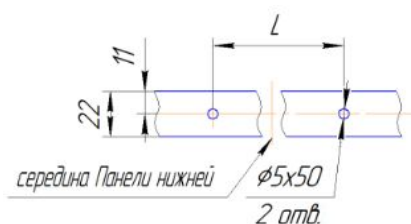
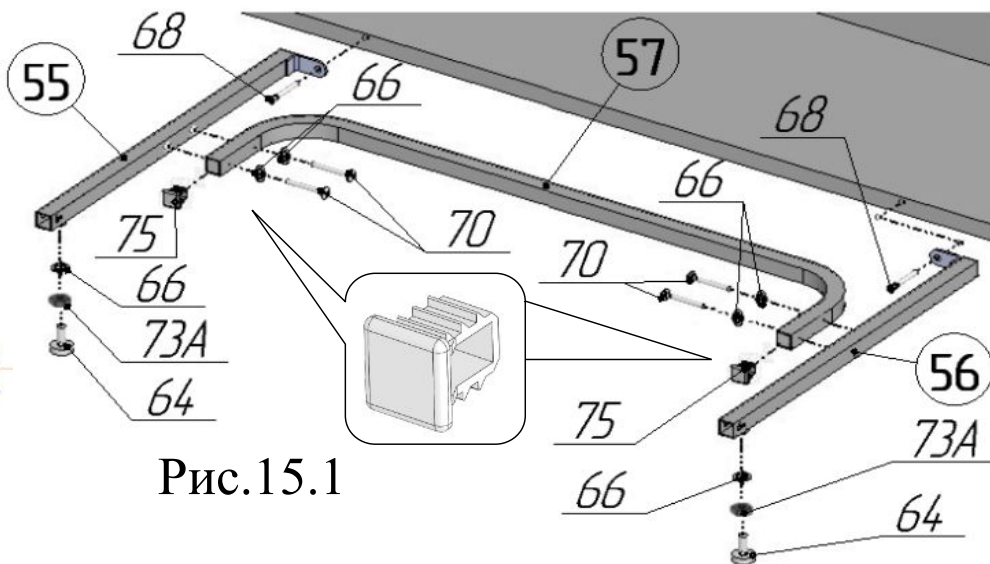
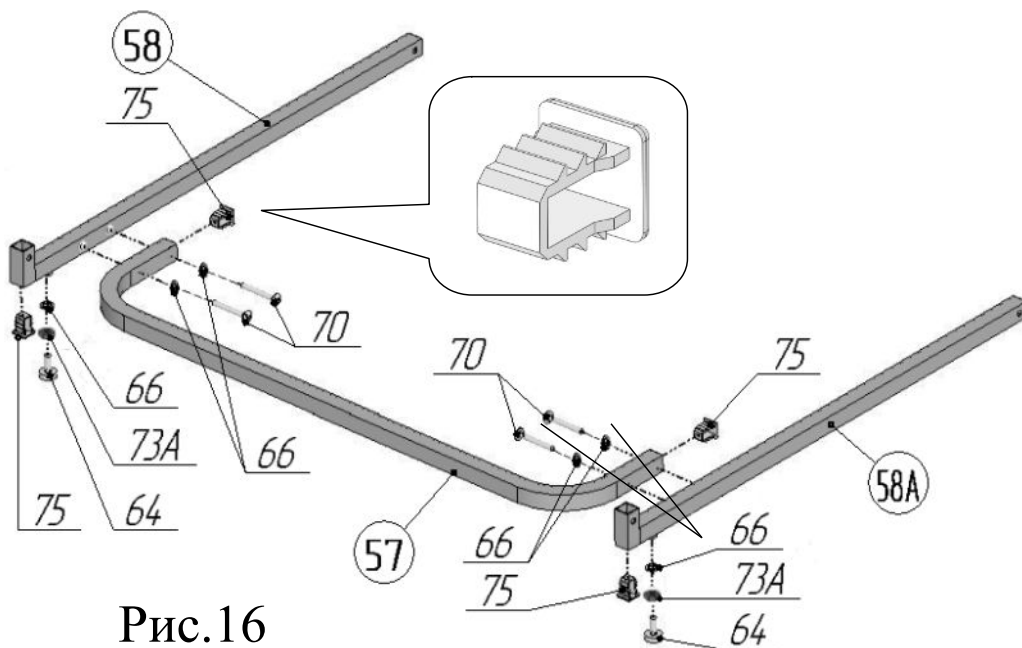

Рис.15.2
Рис.15.1
Рис.16
17. В торцы перемычки поз.57 вставить заглушки 20x20 поз.75 в соответствии с рис.15.1. К перемычке поз.57 присоединить упоры поз.55 и поз.56, используя винты М6х35 поз.70 и шайбы стопорные поз.66 в соответствии с рисунком 15.1. Во встроенные гайки упоров поз.55,56 вернуть ножки поз.64, предварительно навинтив на них гайки М8 ГОСТ поз.73А и надев на стержни ножек шайбы стопорные поз.66. Просверлить в панели нижней поз.43 отверстия $\phi 5 \times 50$ в соответствии с рис.15.2, $L=648$ мм. Присоединить собранную конструкцию к корпусу с помощью винтов-конфирматов поз.68 (рис.15.1).
поз.58, 58А, используя винты М6х35 поз.70 и шайбы стопорные поз.66 в соответствии с рисунком 16. Во встроенные гайки ног поз.58 и 58А вернуть ножки поз.64, предварительно навинтив на них гайки М8 ГОСТ поз.73А и надев на стержни ножек шайбы стопорные поз.66. В ноги поз.58 вставить заглушки 20x20 поз.75 в соответствии с рисунком 16. После окончательной сборки стола отрегулировать ножки поз.64, установленные в данном пункте и п.16. Затянуть гайки поз.73А таким образом, чтобы шайбы поз. 66 оказались прижаты к ногам поз.58, 58А (рис.16) и упорам поз.55,56 (рис.15.1).